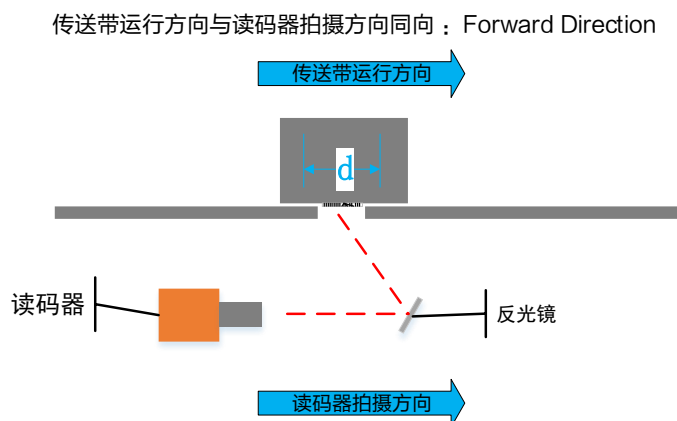
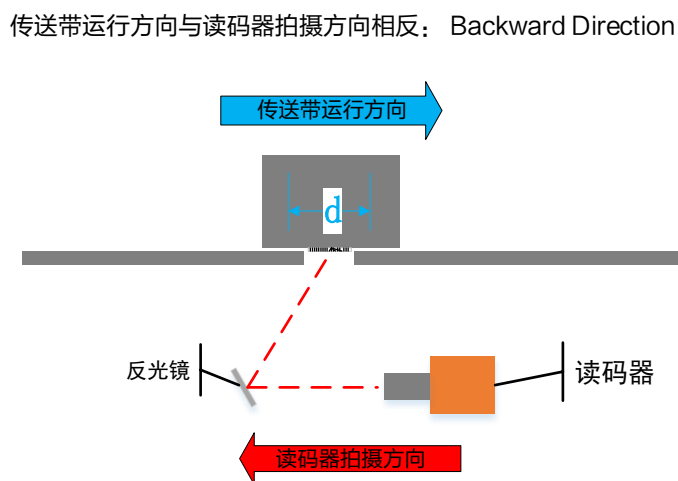

图7-7 同向设置
图7-8 反向设置
3. 当传送带运行方向与读码器拍摄方向同向时，TDI Direction 选择为 Forward Direction；反向时，TDI Direction 选择 Backward Direction，相应说明如图 7-7，图 7-8 所示。